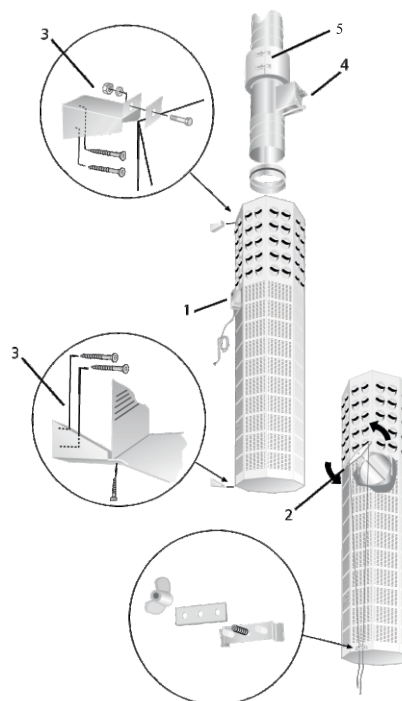

Рис. 1. Монтаж.
ВН-МАТ предназначен для помещений с высокими потолками, таких как крупные магазины, промышленные предприятия, спортивные залы и т.п. Он имеет форму восьмигранной призмы. Верхняя секция терминала оснащена нашими уникальными аэродинамическими дисками, нижняя - имеет перфорированную съемную переднюю панель, внутри которой расположен лист с адаптивной распределительной системой. Дисконная и перфорированная секции разделены заслонкой, управляемой вручную (2), см. рис.1. ВН-МАТ монтируется у стены или колонны с помощью кронштейнов, поставляемых вместе с терминалом.
Кронштейны (3), монтируемые к стене, а затем к ВН-МАТ, входят в комплект поставки. См. рис. 1.
Сначала они прикрепляются к стене, а затем к устройству ВН-МАТ, исполнение См. рис. 1. ВН-МАТ с заслонкой - ручной привод заслонки